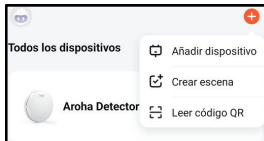
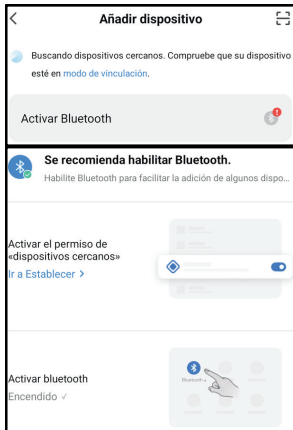

Figura 1: Agregar dispositivo en la aplicación
Figura 2: Activar Bluetooth en la aplicación
Paso 5: Haga clic en "+" en la esquina superior derecha de la pantalla de inicio de la aplicación. Luego elija "Agregar dispositivo", como se ve en la Figura 1. La aplicación ahora buscará automáticamente los dispositivos que estén en modo de emparejamiento. Siga los pasos descritos en la aplicación. Si la aplicación en sí aún no tiene permiso para usar Bluetooth, haga clic en la notificación y siga los pasos para permitir que la aplicación acceda a Bluetooth como se ve en la Figura 2.